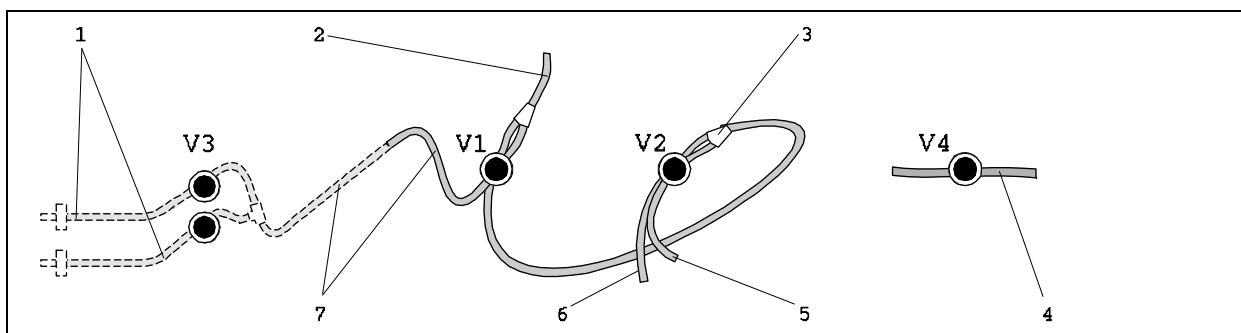

Рис. 22: Клапаны и клапанные шланги
4. Установите новые насосные шланги в обратной последовательности. Убедитесь в том, что все шланги установлены верно (см. Рис. 22).